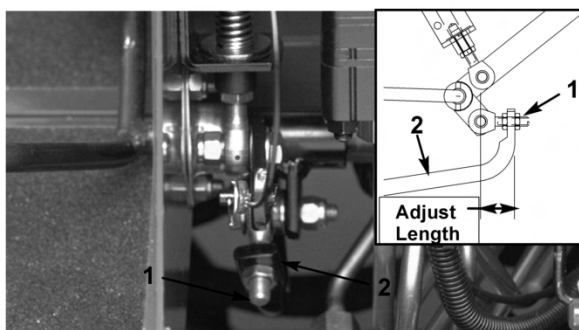

図 47
- 前への動きを止めたい場合は、ポンプ・ロッドの端部にあるジャム・ナットを回してポンプ・コントロール・チューブ（図47）を前へ動かす。後への動きを止めたい場合は、後へ動かす。